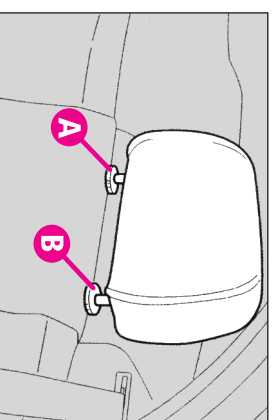

fig. 31
- apăsati ambele butoane (A și B-fig. 31) și scoateți-o.